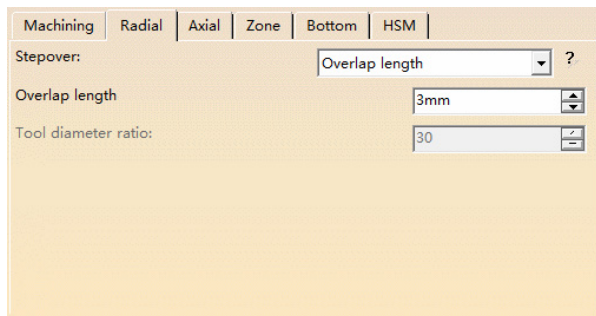

图 7-57 “Radial”选项卡（1）
- 在“Radial”选项卡（1）的“Stepover”下拉列表中选择“Overlap length”，在“Overlap length”文本框中输入“3mm”，如图 7-57 所示。